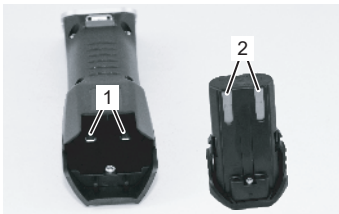

Afb. 12
3. Plaats de scheermachine met de ingezette batterij in de oplader, zodat de bovenkant van de scheermachine naar u is gericht en de contacten van het apparaat op de contacten van de oplader rusten. De bovenkant van het apparaat is het deel met de schakelaar (Afb. 12).